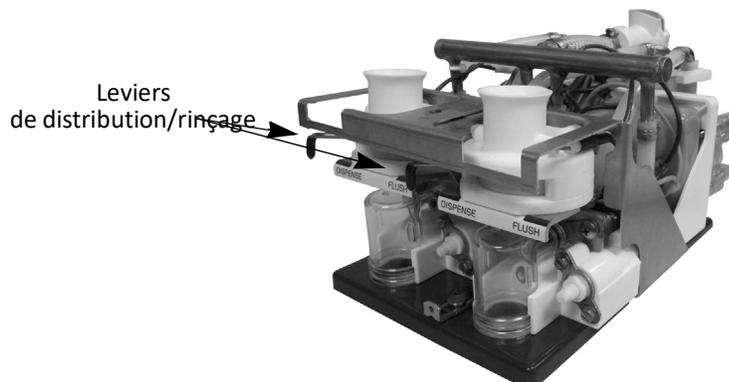

Figure 10. Site du levier de distribution/rinçage
1. Ouvrez la porte de l'armoire et déplacez la poignée de la valve de la position Distribuer à la position Rincer, voir Figure 10.